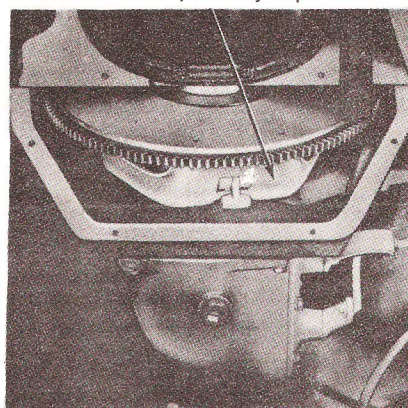

Fig. 5—Cubierta del Embrague. Motor V-8.
12. Quite la cubierta, plato de presión y disco de embrague por la abertura en el fondo de la cubierta del volante (Fig. 5).